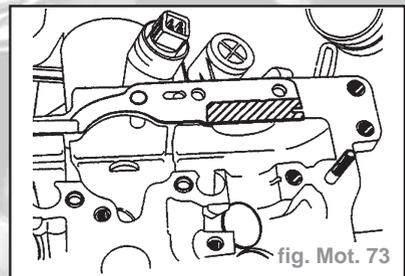

fig. Mot. 73
- Remplacer le joint métal-caoutchou du dispositif de distribution variable ou du tendeur de chaîne et enduire légèrement la zone hachurée de produit d'étanchéité **"D 454 300 02"** (fig. Mot. 73).